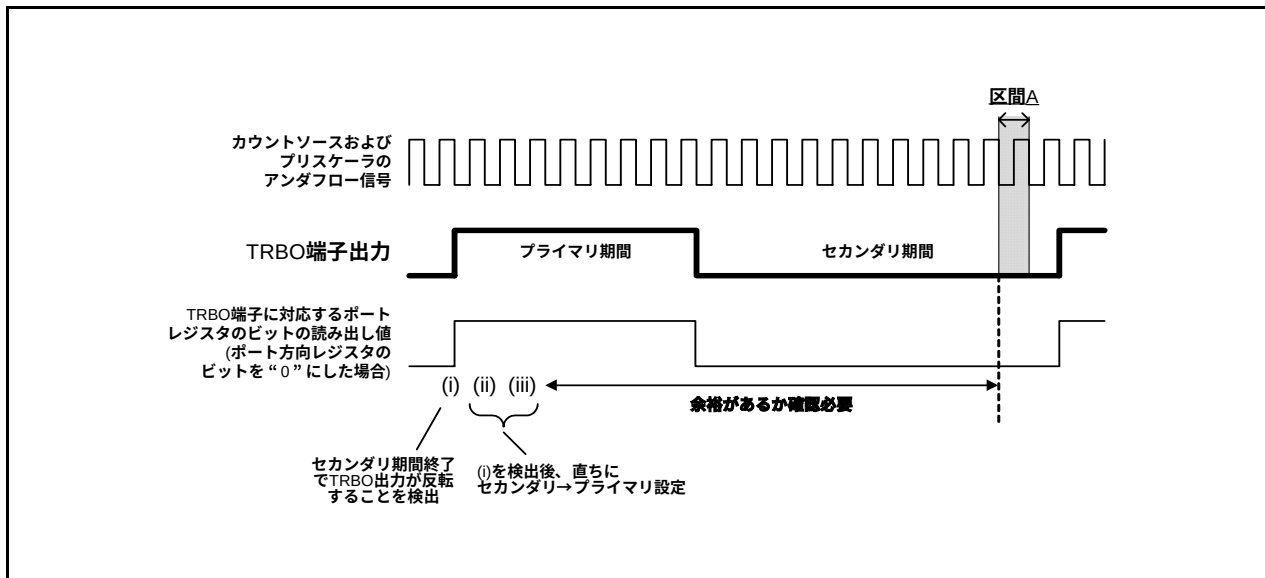

図 14.25 対策例(b)の TRBO 端子出力値を読む例
- (1) カウント中(TCSTFビットが“1”)にTRBPRESレジスタ、TRBPRレジスタに書き込む場合は、下記の点に注意してください。
- (2) カウント中(TCSTFビットが“1”)にTRBSCレジスタ、TRBPRレジスタを変更する場合は、タイマRB割り込み等でTRBO出力周期に対して同期を取り、同一出力周期内で一度だけ行うようにしてください。また、図14.24および図14.25の区間Aで、TRBPRレジスタへの書き込みが発生しないことを確認してください。
図 14.25 に示すように TRBO 端子の出力レベルからプライマリ期間の開始を検出し、プライマリ期間の開始直後に、TRBSC レジスタ、TRBPR レジスタへ書いてください。書き込みは区間 A まですべて終了させてください。なお、TRBO 端子に対応するポート方向レジスタのビットを“0”(入力モード)に設定し、ポートレジスタのビットの値を読むと、読んだ値は TRBO 端子の出力値になります。